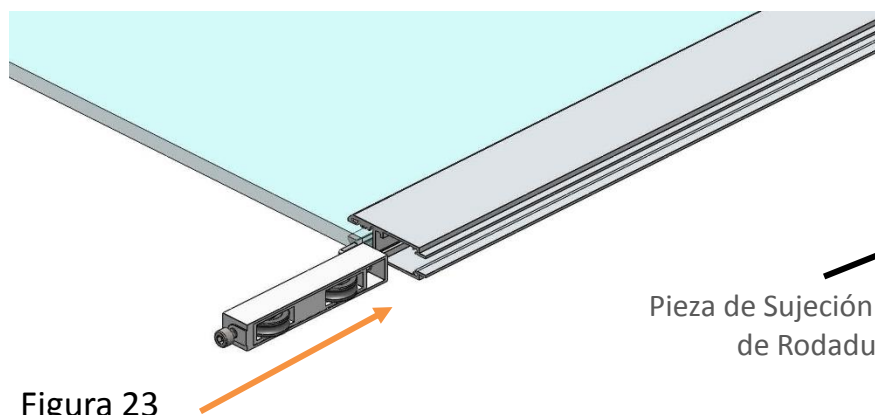

Figura 23
- Por cada panel, se instalan dos conjuntos de carro de rodadura (Figura 23) .